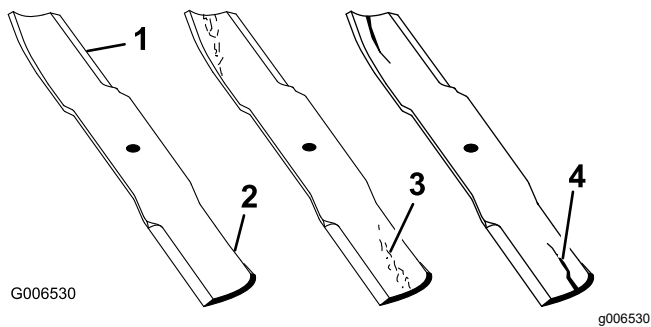

Figura 71
1. Controllate i taglienti (Figura 71).
4. Se notate incrinature, usura o scanalature in questa zona, montate immediatamente una nuova lama (Figura 71).